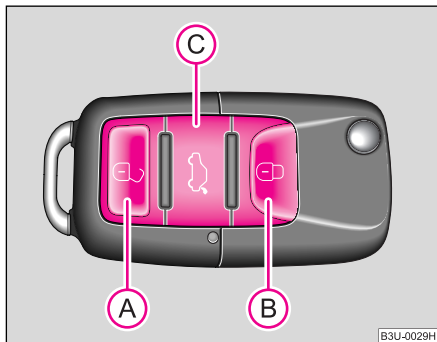

Fig. 27 Cheile:
- Apăsați tasta **A** ♥ fig. 27 cca. 1 sec.